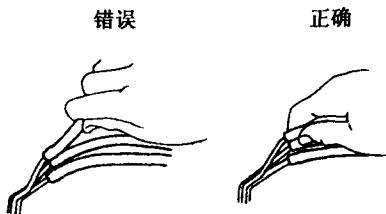
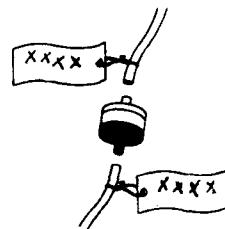

图 1-1 拔下软管的方法
图 1-2 在软管上挂识别标签
- ①除非绝对需要,否则不要打开 ECU 的外壳。
- ②拔开插接器时,应拉插接器,不要拉导线。
- ③操作时应小心,不要将电气部件(如传感器或继电器)掉到地上。如果掉到硬地板上,应更换。
- ④当用蒸气清洗发动机时,应防止电子部件、空气滤清器和排放控制部件被水弄湿。
- ⑤拆卸和安装水温开关或水温传感器时,千万不要使用冲击扳手。
- ⑥在线束插接器处检查连通情况时,插入万用表测试笔(探针)时应小心,以防弄弯端子。
- ①拆开真空软管时,应拉软管的端部,不要拉软管的中部,见图 1-1。
- ②使用真空表时,千万不要用力将一根软管套到过大的管接头上,应使用能连接不同直径管子的管接头。软管一旦被过度扩张,就会发生泄漏。
- 9)脱开真空软管的连接之前,应拴上标签(见图 1-2),以便连接时识别。完成修理作业后,应再次检查真空软管连接是否正确。发动机罩下面有一个标签,它可提供真空软管的正确布置情况。
这里仅给出了故障诊断与排除的基本程序(见框图 1-1),而后面各章提供了故障诊断的细节。
框图 1-1 故障诊断与排除的基本程序
如框图 1-1 所示,在车辆进入车间后,第一步是询问用户,了解故障情况和发生故障时的环境条件。第二步验证故障征兆和故障情况,检查有无故障码。在验证故障征兆时,如果不出现故障征兆,应使用故障征兆模拟法(见本节下面)来检查。
确定由故障码所代表的故障是否仍在发生,还是以前发生而现在已经转为正常,这一点在故障码检查中非常重要。另外,在故障征兆检查中,还应检查故障码所代表的故障是否与故障征兆直接相关还是无关。为此,在故障征兆验证之前和验证之后,都应检查故障码,以便确定目前的状况(如表 1-1 所示)。如果不这样做,有可能对正常工作的系统进行了不必要的故障排除,从而使查找故障更加困难,并且因不必要的维修操作而浪费了时间。因此,应总是遵守正确的操作程序,并进行故障码检查。框图 1-2 给出了利用故障码检查的诊断程序。
框图 1-2 故障码检查程序